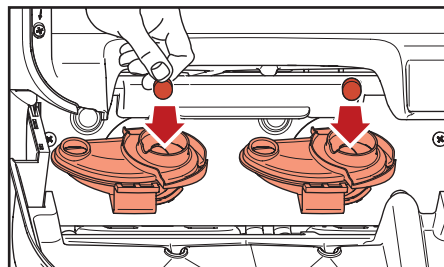

図5.4 - 洗浄タブレットRINZAを投入する
4. 洗浄タブレットRINZAをそれぞれの調合ボウルに1つずつ投入します(図 5.4)。
- i. 洗浄タブレットRINZAを両方の調合ボウルに1つずつ投入します (図 5.4)。